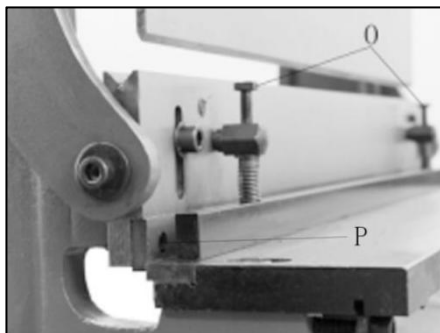

Figure 10
6. Retirez le dispositif de retenue en le desserrant vis (O, Figure 10), en utilisant un hexagone de 10 mm clé.
8. Retirez les 4 vis (P, Figure 10) et Retirez soigneusement la lame.
9. Faites pivoter ou remplacez la lame et réinstallez-la vis (P).
10. Réinstallez le dispositif de retenue. Lorsque la lame est en place position la plus élevée, l'écart entre les maintenez-le enfoncé et la table doit être à 1/4. Réglez cette position en tournant le deux vis (O, Figure 10) selon les besoins. Lorsque la lame commence sa course vers le bas, le dispositif de retenue doit immédiatement la maintenir pièce en place.